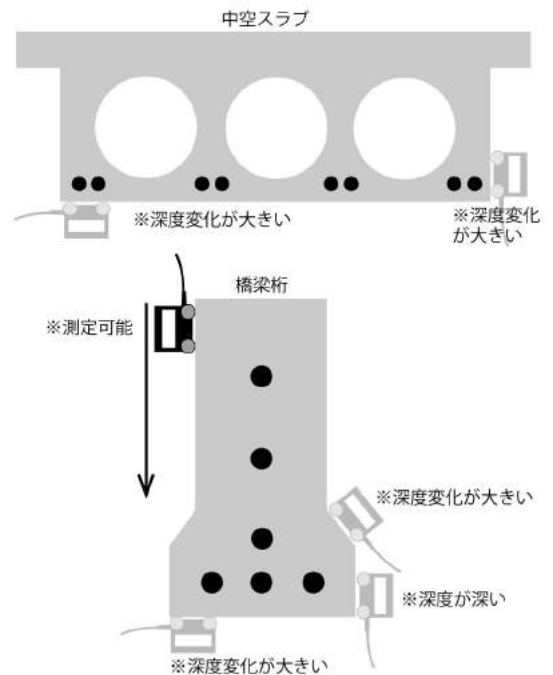

図8 深さが複雑な構造体の例 (●シース管)
- (4) 深さが複雑な構造体 (図8) : IESは、厚さ方向に多重反射して生じる基本周波数を基準として健全部の部材厚さを測定し、不健全部と比較することにより不健全部を探索します。そのため、中空スラブやフランジ部のような厚さが大きく変化する部材や最大部材厚さを超える部分では、健全部の部材厚さを正確に測定することができないため、グラウト未充填区間やクラック・ジャンカ部分の探査もできません(グレーのIES)。
- (5) 構造体サイズ : 試験体のような構造体の大きさ(縦、横)が厚さの約6倍よりも小さなものでは、側壁からの反射波の影響を受けるため、基本周波数の判別が困難な場合があります。